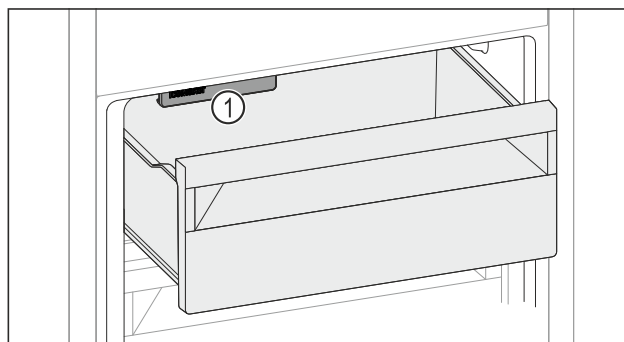

Fig. 168
- ▶ Võtke arvesse IceMaker Fig. 168 (1)it.